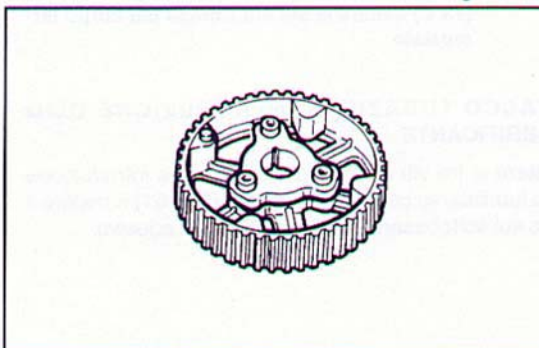

Fig. 63 ▼
- svitare le tre viti e separare la puleggia distribuzione dal mozzetto asolato (**Fig. 63**);
- unscrew the three screws and separate the timing pulley from its slotted hub (**Fig. 63**);